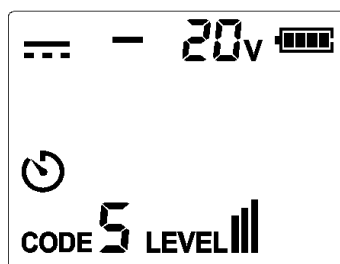

Figura 9.1b Misura della tensione CC
5. Quando la tensione è 8 V ~ 480 V CC/AC (50/60 Hz). Se la tensione misurata è una tensione continua e il polo positivo è collegato alla porta COM, verrà visualizzata la polarità della porta (la polarità della porta V+ è "-"). Come mostrato nella Figura 9.1b.